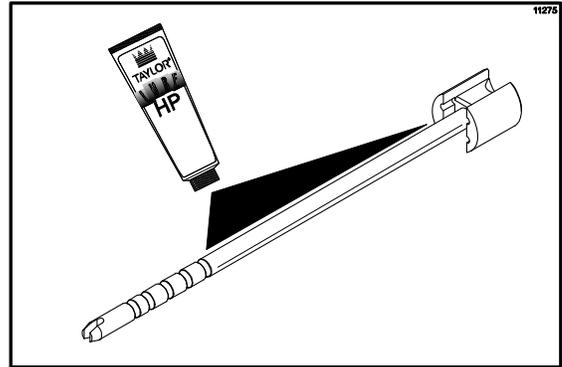

Figura 123
13. Lubrique el eje del asa del rotor hasta la ranura. (Vea la figura 123).